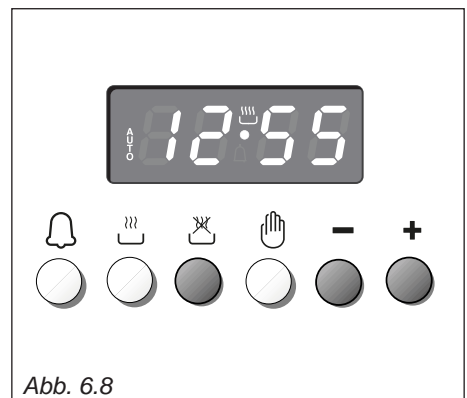

Abb. 6.8
1. Garzeit durch drücken der Taste  und der Taste  $+$  oder  $-$  einstellen (Abb. 6.8). (Taste  $+$  erhöhen, Taste  $-$  verringern).
2. Ende des Garvorgangs durch drücken der Taste  und der Taste  $+$  oder  $-$  einstellen (Abb. 6.8). (Taste  $+$  erhöhen, Taste  $-$  verringern).